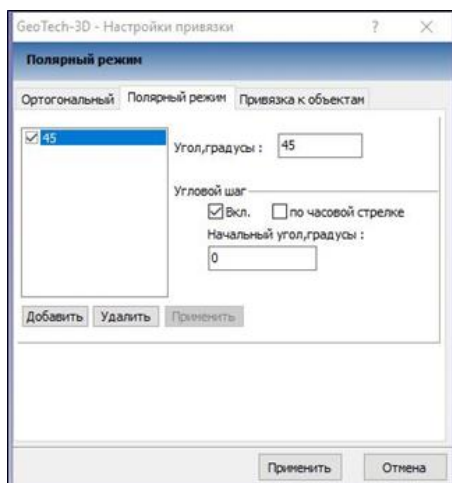

Рис. 4.10. Настройка полярного режима
18.3. В диалоговом окне **Настройки привязки** на вкладке **Полярный режим**  введите значение угла слежения и параметры углового шага согласно рис. 4.10. Нажмите кнопку **Применить**.